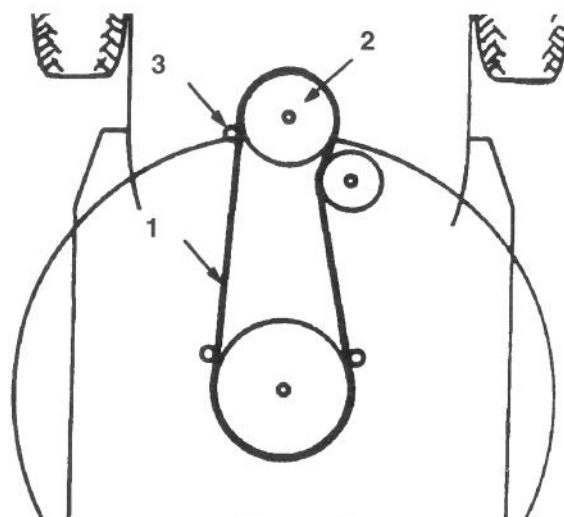

Figure 42
10. Déposer la courroie de la poulie inférieure du moteur de la tondeuse (Fig. 42). La courroie peut être déposée en écartant avec précaution le(s) guide(s) de la poulie. Si cela est trop difficile, desserrer les boulons et les écrous de fixation des guides de la courroie.
4. Poser la courroie de la tondeuse sur la poulie inférieure du moteur (Fig. 42). La courroie peut être posée en écartant avec précaution le(s) guide(s) de la poulie. Si cela est trop difficile, desserrer les boulons et les écrous de fixation des guides de la courroie.